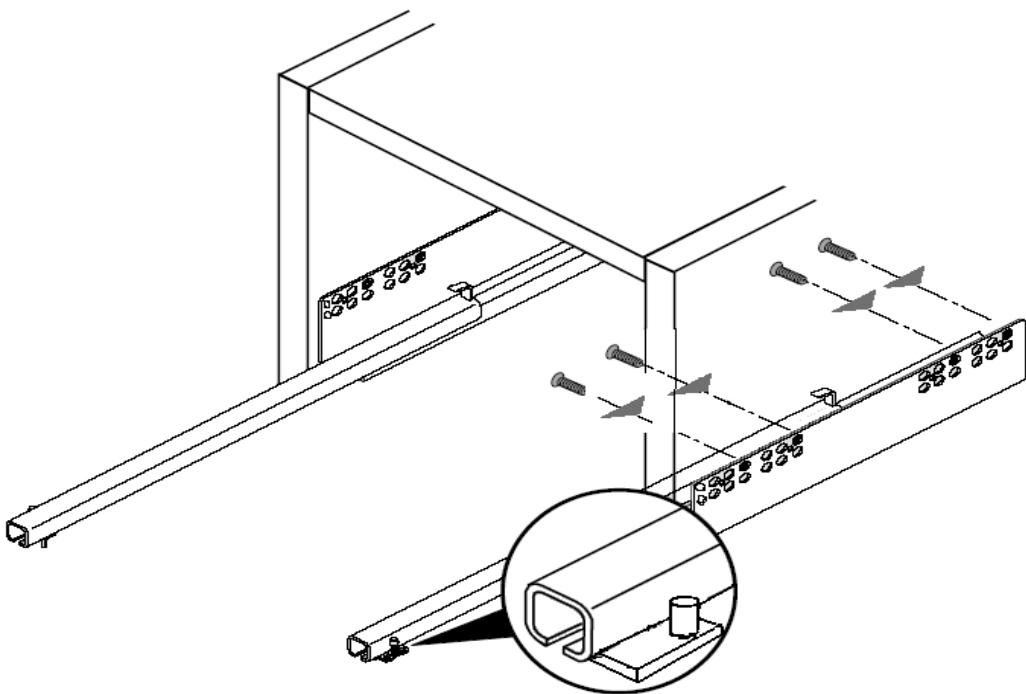

Рис. 2
4. На стенки (7), (8) и перегородку (5) установить направляющие ящиков с помощью крепежных шурупов 6,3x10,5мм, при установке направляющих - первое отверстие на боковой стенке совместить с четвертым отверстием в верхнем ряду на направляющей (рис.2).
5. Установить под пятники на нижние торцы боковых стенок (2) и (3).